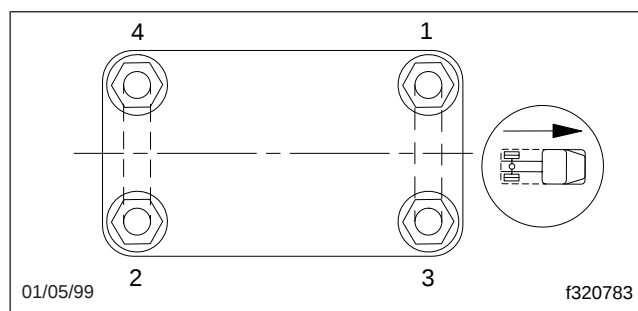

Fig. 10, Modèle de serrage des écrous hauts de la bride centrale
* Serrez en diagonale, tel qu'indiqué à la figure 10.